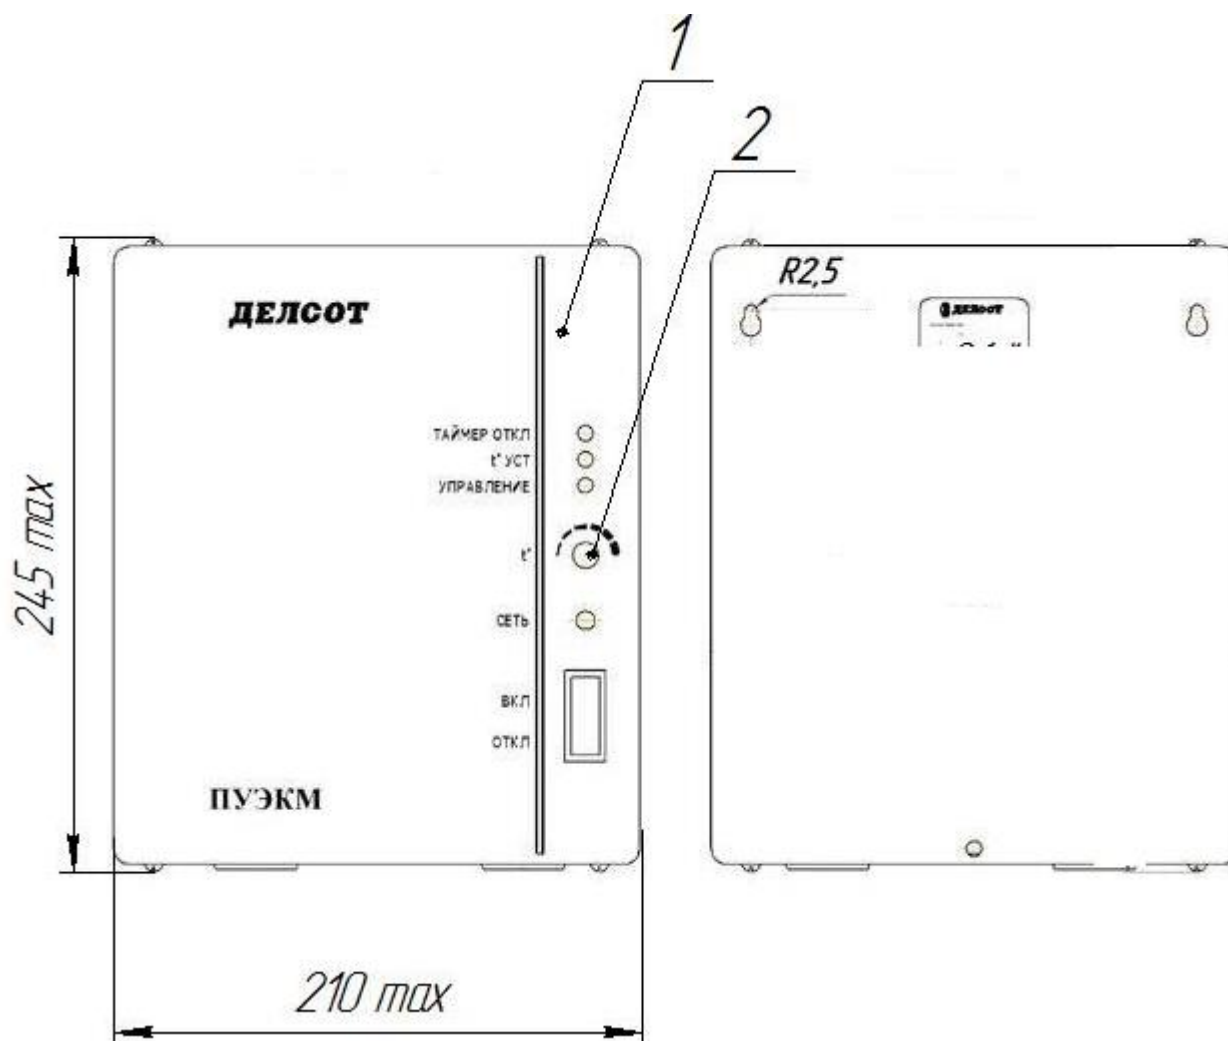
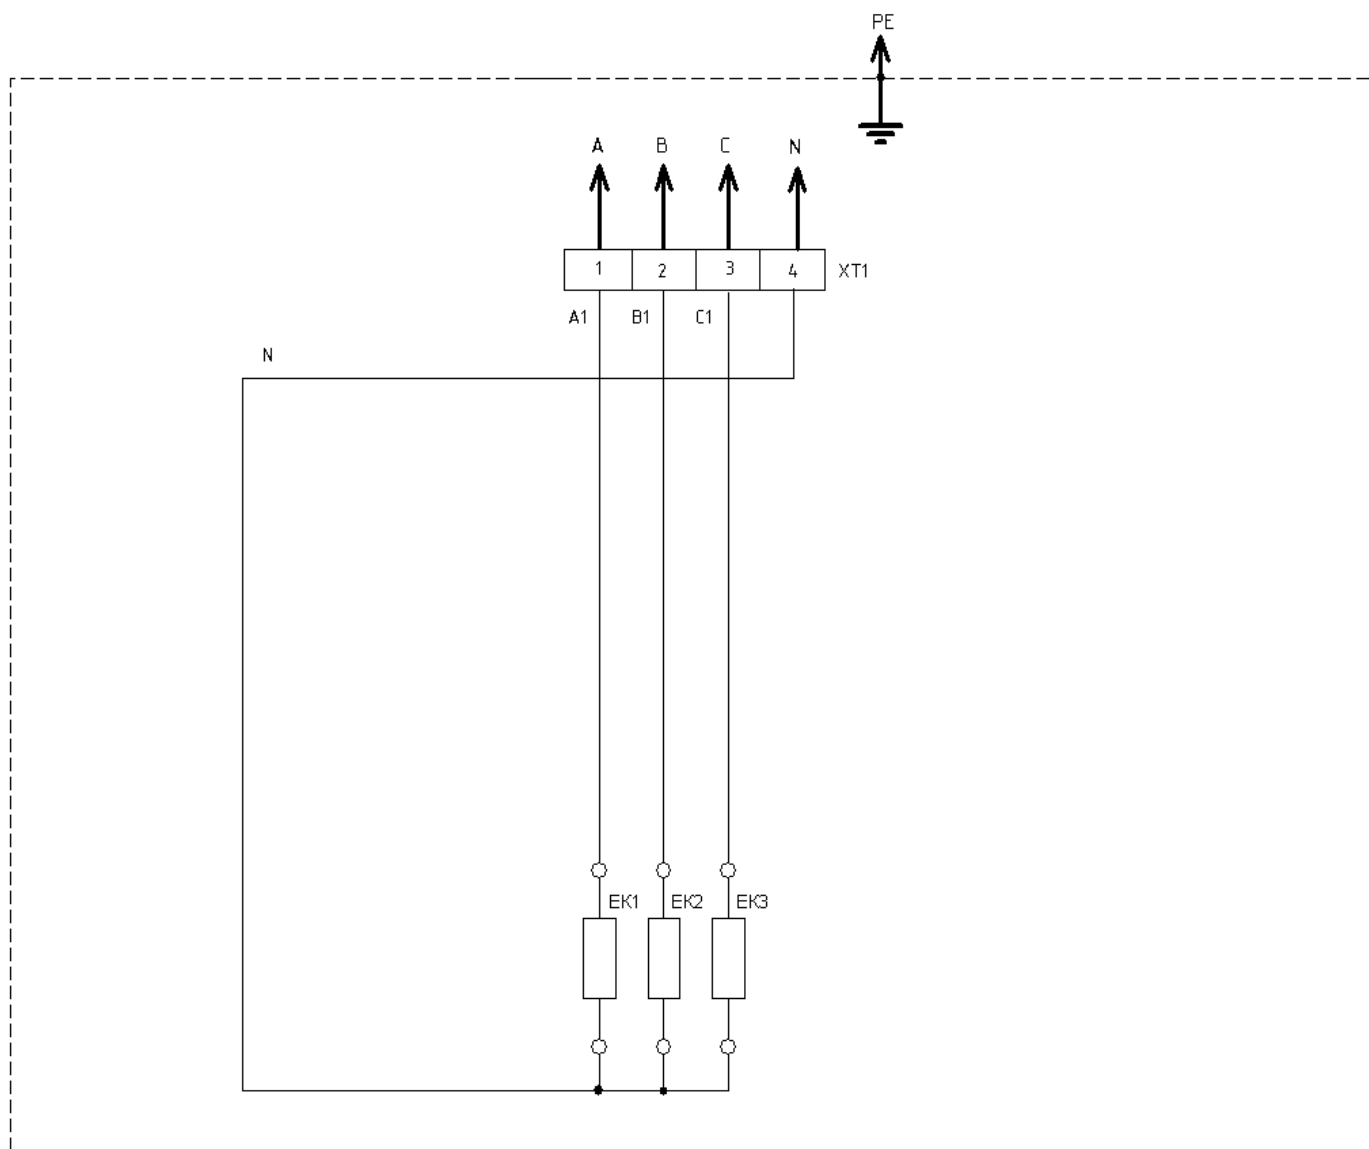
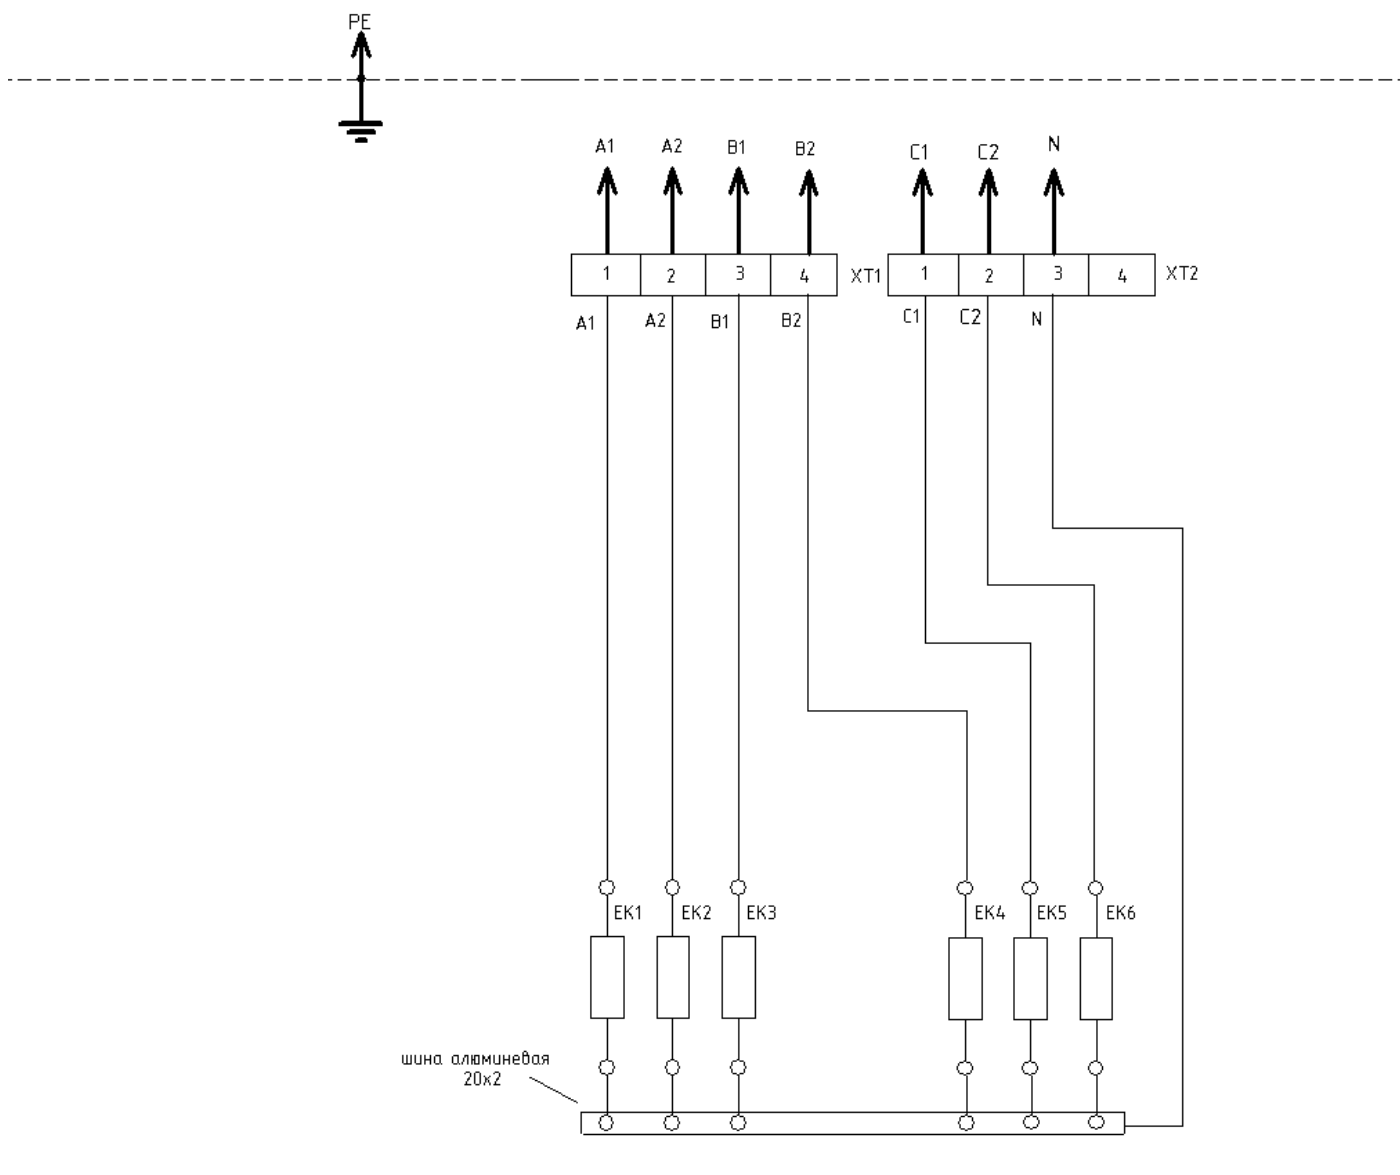

Рис.2 Пульт управления (поставляется отдельно)
Рис.3.
Рис.5.
4.2. Питание электрокаменки производится от 3-х фазной сети 380 В через автоматический выключатель. Рекомендуется подвод питания производить с помощью пульта управления, производства ЗАО «Делсот» Пульт управления рис.2. поз.1 обеспечивает автоматическое поддержание температуры воздуха парильни с помощью терморегулятора температуры поз.2 в диапазоне 45-120°C. Подробную информацию смотри в «Дополнение к руководству по эксплуатации пульта управления КТО.800.118.00.000 РЭ-Д1», производства ЗАО «Делсот» в котором на рис.3, 4, 5 приведены электрические схемы. При подключении каменки ЭК-18 без пульта управления см. примечание к рис.5